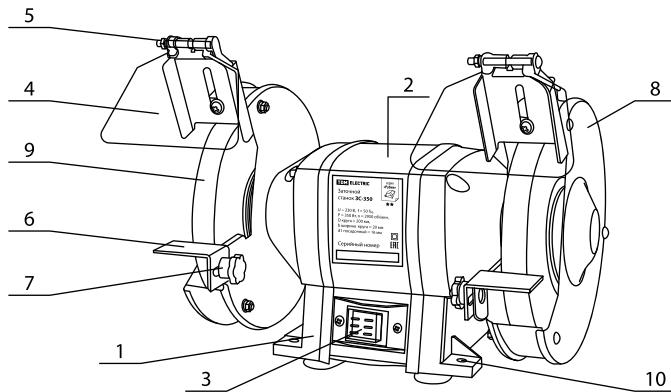

Рисунок 1. Органы управления и индикации
- Заточной станок фиксируется при помощи болтов (не входят в комплект поставки) через специальные отверстия 10 (здесь и далее смотрите рисунок 1 настоящего Руководства по эксплуатации) на основании станка.
7.3. Для выключения станка переведите кнопку включения 3 (см. рисунок 1) в положение «0».